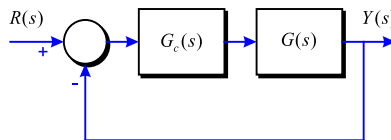

Figura 5-17
**Problema 154** Es disposa del sistema de la Figura 5-17 amb: